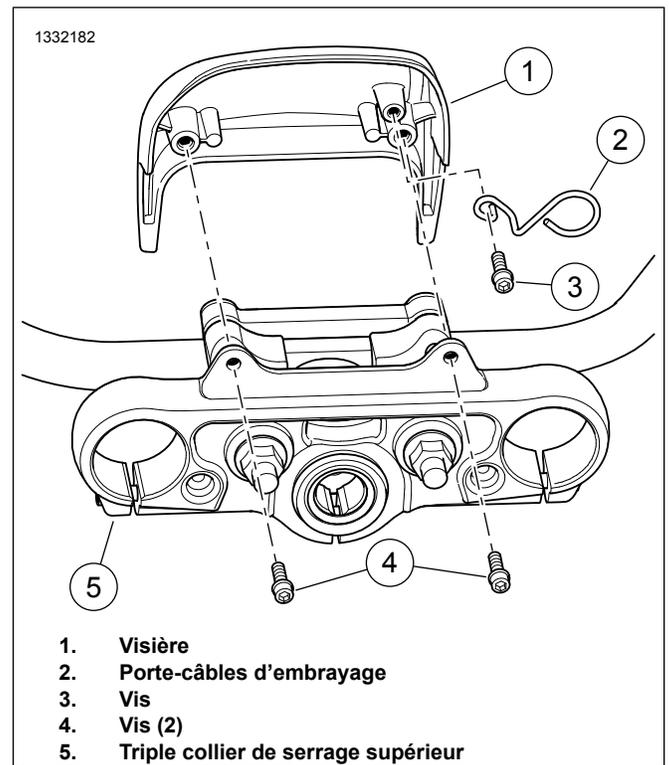

Figure 3. Visière du FXLR
1. Figure 3 Retirer les vis (4) du triple collier de serrage (5) supérieur.
2. Retirer la visière (1).
3. Retirer la vis (3) et le porte-câbles d'embrayage d'origine.
4. Installer le porte-câbles embrayage (2) du kit.
5. Installez la vis (3). Serrer.